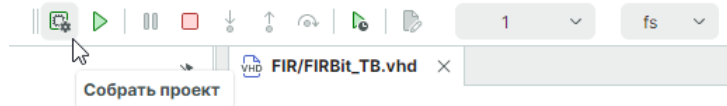

Рис. 20 Расположение кнопки «Собрать проект»
2. На панели инструментов «HDL моделирование» нажмите кнопку  «Собрать проект», см. Рис. 20.